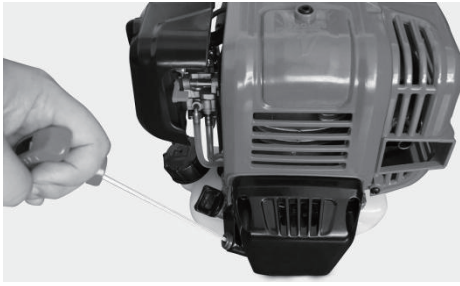

Fig. 15
- 4) Puxe lentamente a pega do motor de arranque até sentir o motor a forçar, depois puxe rapidamente. Deixe a pega do motor de arranque voltar lentamente até à sua posição original. (Fig. 15)